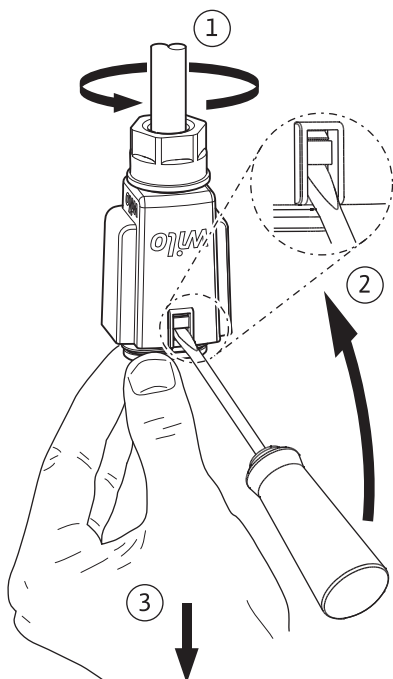

Fig. 6: „Wilo-Connector“ išmontavimas
- Išmontuokite „Wilo-Connector“ jungtį iš siurblio ir išardykite ją tinkamu atsuktuvu (Fig. 6).